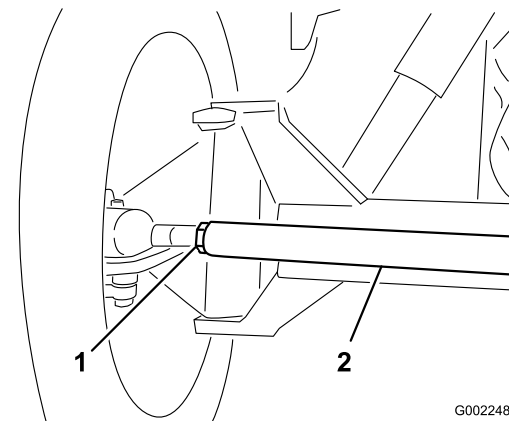

Figure 93
- Si les mesures sont hors spécifications, desserrez les écrous de blocage aux deux extrémités de la biellette (Figure 93).